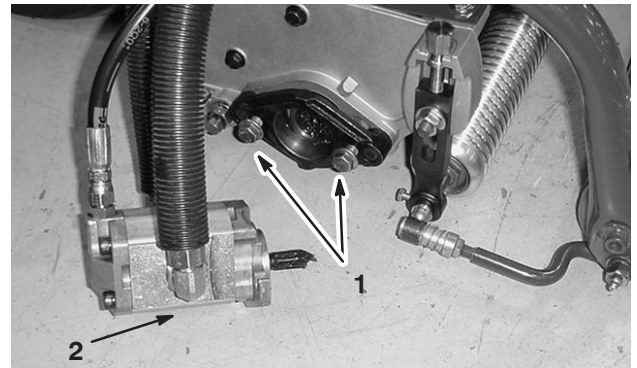

Figure 13
7. Installez les vis d'assemblage du moteur d'entraînement des cylindres sur chaque plateau de coupe. Laissez dépasser environ 13 mm de filetage sur chaque vis de montage (Fig. 13).
10. Lubrifiez l'arbre cannelé de chaque moteur avec de la graisse propre, puis montez le moteur en le tournant dans le sens horaire de sorte que les brides dépassent les goujons. Tournez le moteur dans le sens anti-horaire jusqu'à ce que les brides encerclent les goujons. Serrez les vis de montage (Fig. 13).